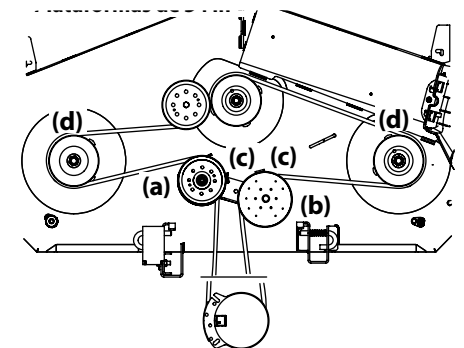

**Figura 4-21**
2. Afloje, pero no quite los accesorios a la derecha (a) y a la izquierda de la polea loca (b). Consulte la Figura 4-20 para las plataformas de 34 in, la Figura 4-21 para las plataformas de 42 in, la Figura 4-23 para las plataformas de 54 in.